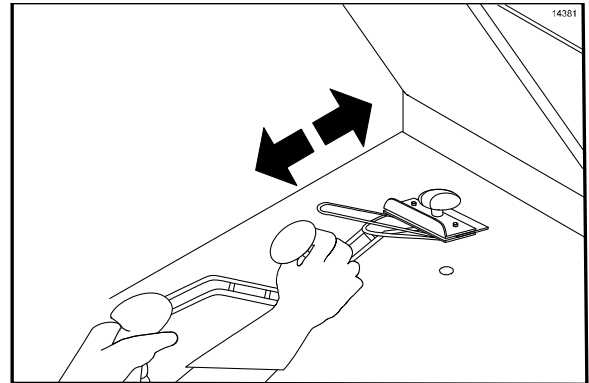

Figura 84
10. Raspe a superfície **inferior** do grill com o raspador, usando movimentos da frente para trás. (Veja a Figura 84.)